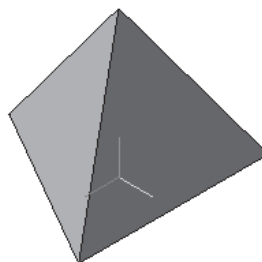

Рисунок 1.8 - Трикутна піраміда
- на Інструментальній панелі Вид виберіть команду полутонове, півтонове з каркасом (рис. 1.8).